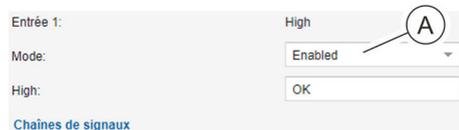

Fig. 118 : Activation/désactivation d'une entrée ou d'une sortie
2. ➤ Dans le champ de sélection (Fig. 118 /Ⓢ), régler la valeur sur « Enabled » (pour l'activation) ou « Disabled » (pour la désactivation).